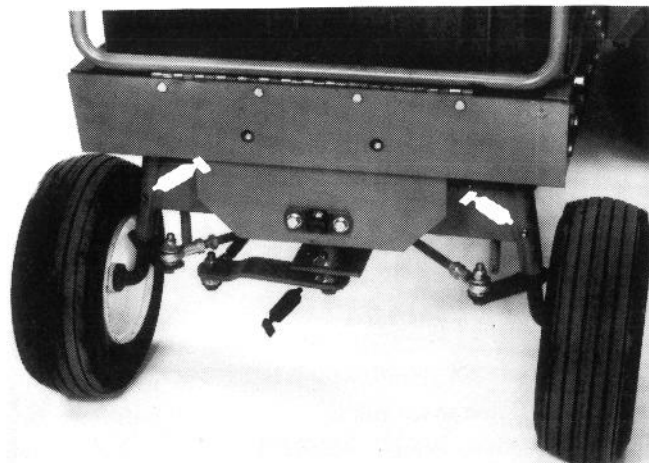

Figure 6
Afin d'équilibrer les accessoires montés à l'avant et assurer de bonnes caractéristiques de manèment et de sûreté, un (1) poids de 15,9 kg doit être fixé à l'arrière de l'unité de traction (Fig. 6).